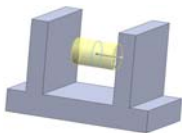

图 3-12 两侧对称
- [两侧对称]：从草图基准面向两个方向对称拉伸如图 3-12 所示。